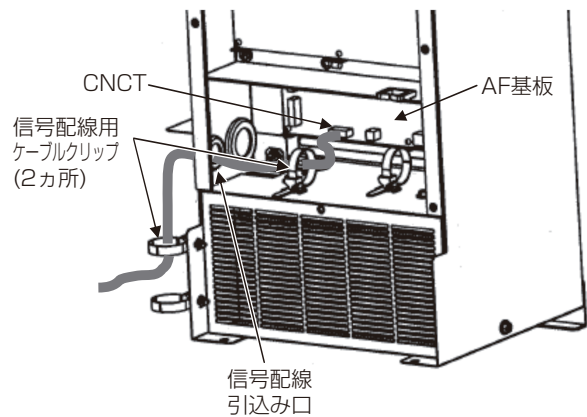

図2
- ②ACCT配線コネクタ側をアクティブフィルターの信号配線引込み口に挿入する。(図2)
- ③ACCT配線のコネクタをAF基板のコネクタ(CNCT)に接続する。(図2)
- ④以下の手順でACCT配線を固定する。
- (a) アクティブフィルターの信号配線用ケーブルクリップ (2カ所) を一旦解く。(図2)